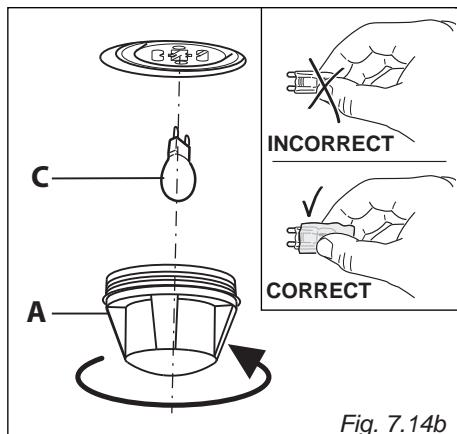

Fig. 7.14b
- Retirez le couvercle de protection "A" (fig. 7.14b).